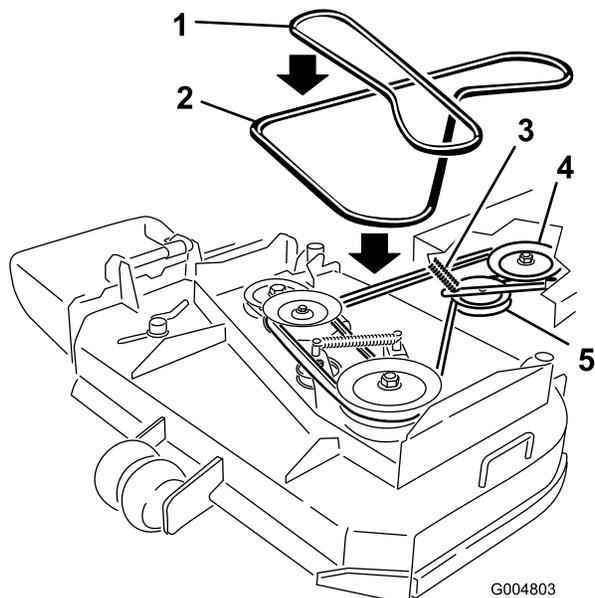

Figure 38
6. Retirez la courroie de la poulie centrale sur le plateau de coupe (Figure 38).
7. Retirez la courroie de la poulie de moteur et la poulie de tension rappelée par ressort (Figure 38).
8. Placez une courroie neuve sur la poulie de moteur et la poulie de tension rappelée par ressort (Figure 38).
9. Installez la courroie sur la poulie centrale du plateau de coupe (Figure 38).